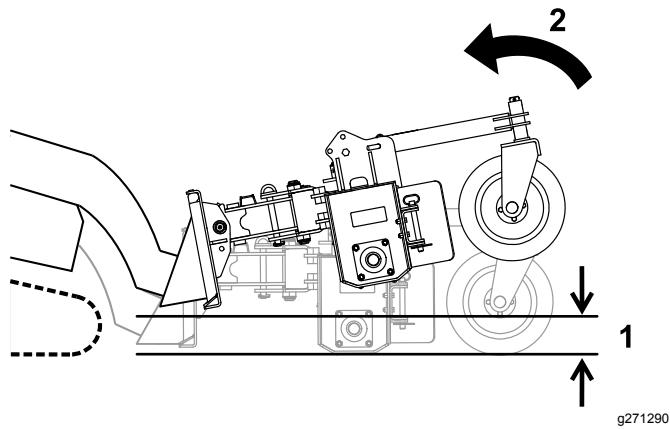

**Figure 8**
6. Fixez le râteau en installant la goupille d'angle dans le trou correspondant à la direction d'éjection, comme montré à la Figure 8. Remettez la goupille à anneau en place.